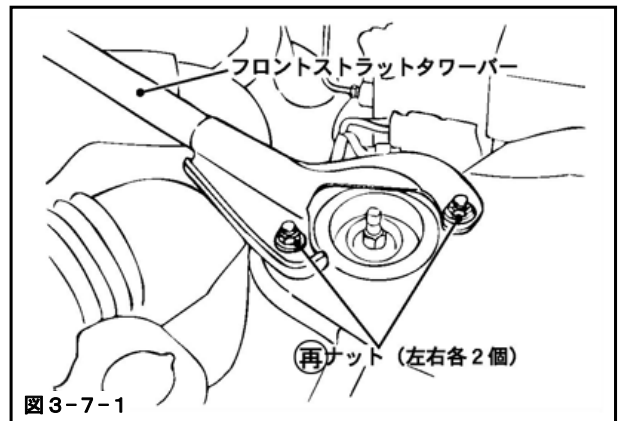

図 3-7-1
- (1) フロントストラットタワーバーを取付けてください。(図 3-7-1)